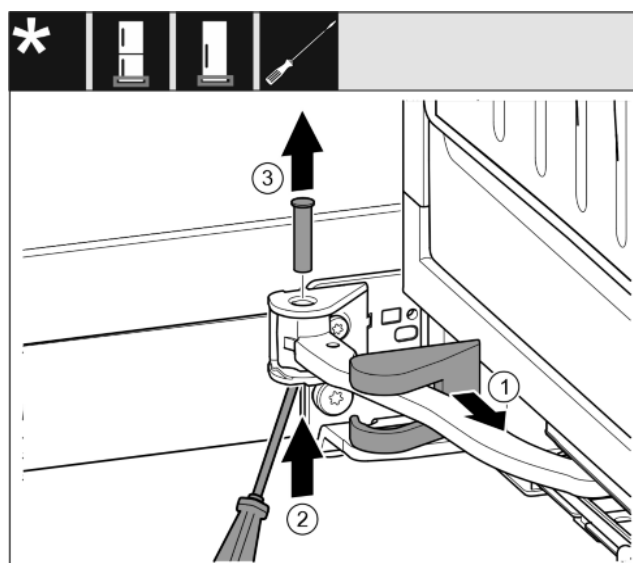

Fig. 12
- ▶ Retirar la cubierta del soporte de apoyo y desplazarla a lo largo de la articulación. Fig. 12 (1)
- ▶ Levantar el perno desde abajo con ayuda del dedo o de un destornillador. Fig. 12 (2)
- ▶ Con el destornillador, desplazar debajo de la cabeza del perno y extraer. Fig. 12 (3)